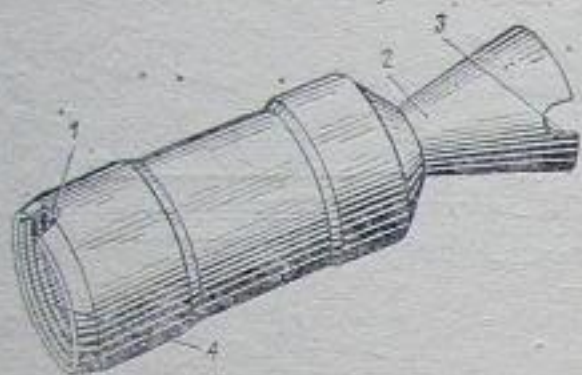

Рис. 22. Пламегаситель:
**Пламегаситель** (рис. 22) служит для уменьшения величины звука и пламени при выстреле.